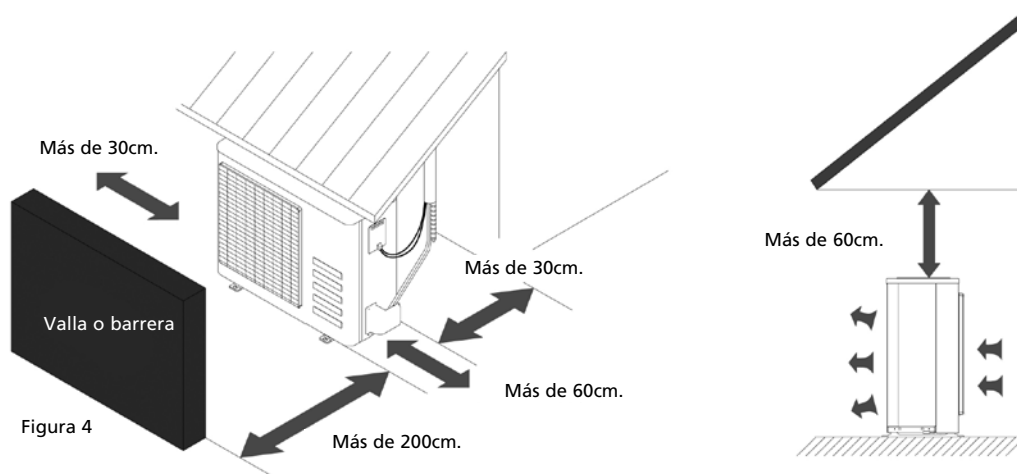

Figura 4
- Asegúrese de despejar la parte trasera de la unidad más de 30 cm. En la parte delantera de la unidad debería ser superior a 200 cm y el lado de la conexión (lateral derecho) debería tener más de 60 cm. Consulte la figura 4.